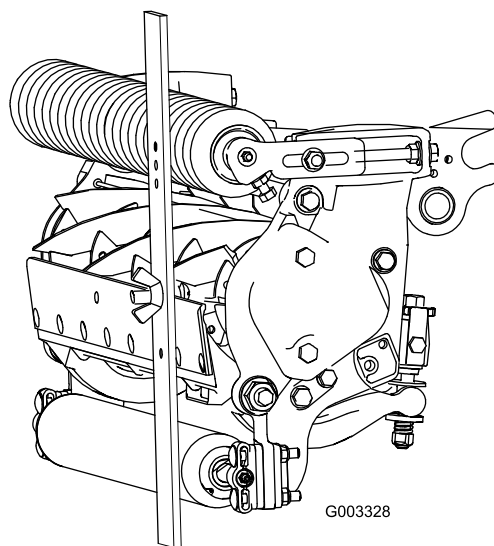

図 21
3. ゲージバーのネジ頭を下刃の切っ先に引っかけ、バーの後端を後ローラに当てがう図 21。
4. バーの前端がローラに当たるように、調整ネジで調整する図 21。ローラ全体が下刃と平行になるように、ローラの両側を均等に調節する。